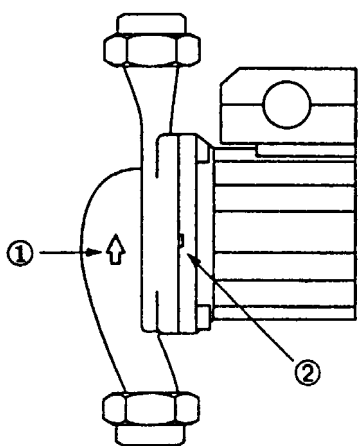

РИС. 3
- Стрелка на корпусе насоса показывает направление потока (рис. 3, поз. 1)
Если требуется теплоизоляция установки, изолировать следует только насос. Двигатель, клеммная коробка и отверстия для стекания конденсата (рис. 3, поз. 2) должны оставаться открытыми.